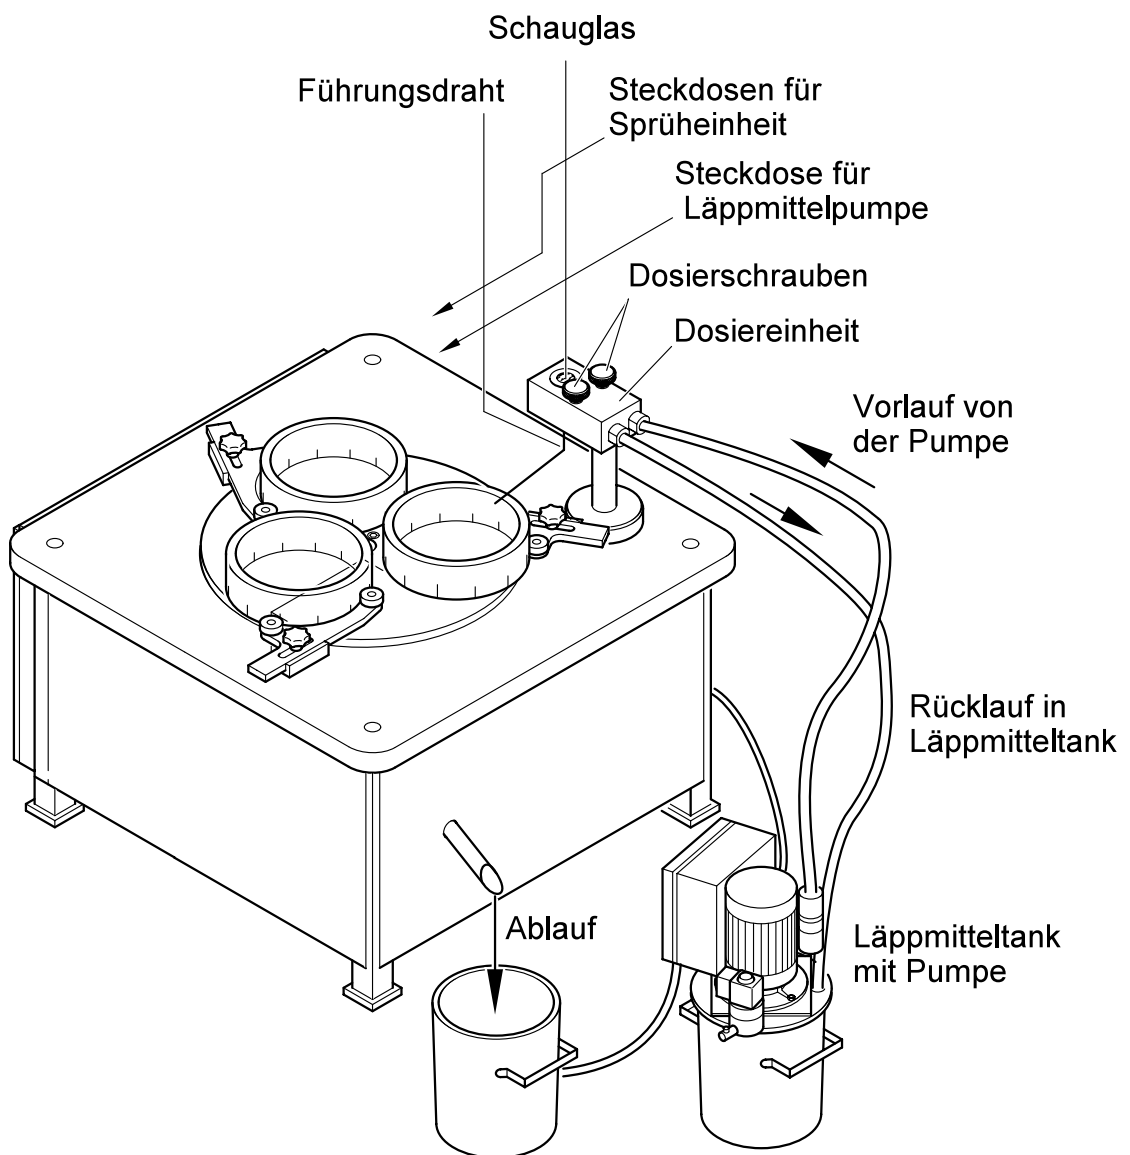

Bild 7.5
- (1) Abrichtringe und Läppscheibe mit einem geeignetem Mittel entfetten.
- (2) Abrichtringe in „neutrale“ Position auf die Läppscheibe legen.
- (3) Läppmittel tank mit Pumpe und Abfalltank montieren (siehe Bild 7.5).
Lämpmittelpumpe montieren (Bild 7.5).